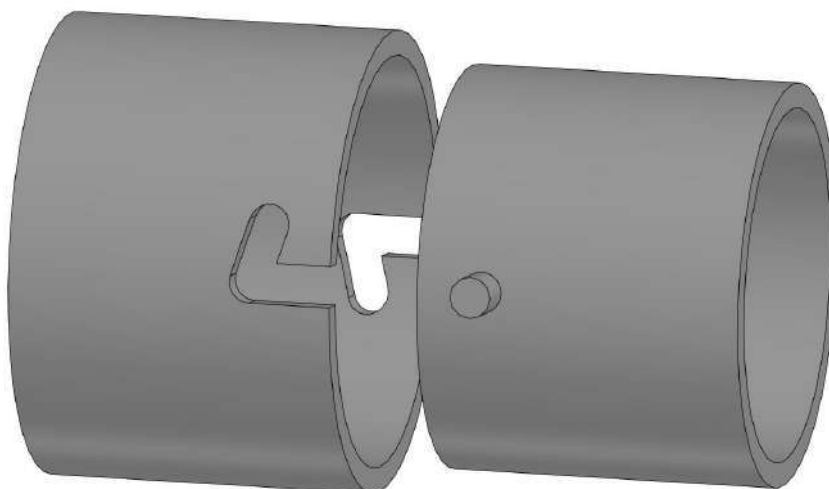

Рис. 2 Пример байонетного соединения
1. Сконструировать и изготовить макет байонетного соединения (Рис. 2).